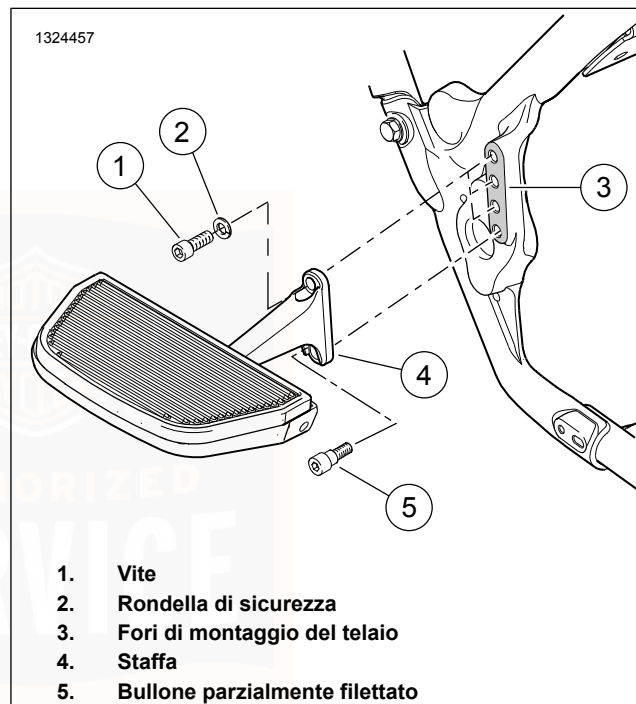
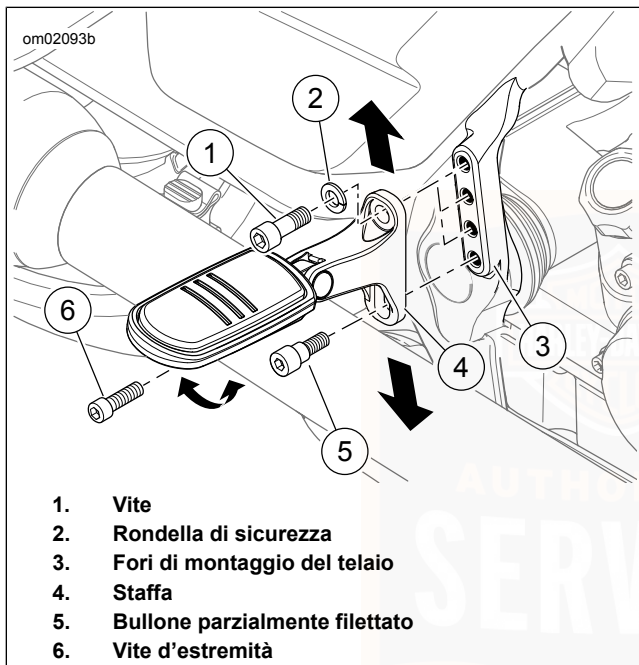

Figura 49. Pedana del passeggero
Figura 50. Poggiapiedi del passeggero (tipico)
Vedere Figura 49 e Figura 50.
1. Vedere Figura 50 . Rimuovere la vite terminale (6).